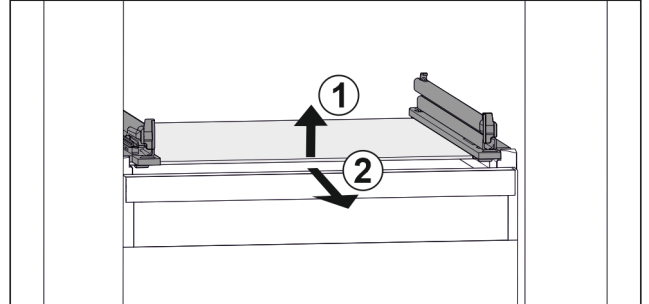

Fig. 112 Lasihyllyn esimerkinomainen kuvaus
- ▶ Nosta lasihyllyä edestä. Fig. 112 (1)
- ▶ Poista lasihylly vetämällä sitä eteenpäin. Fig. 112 (2)